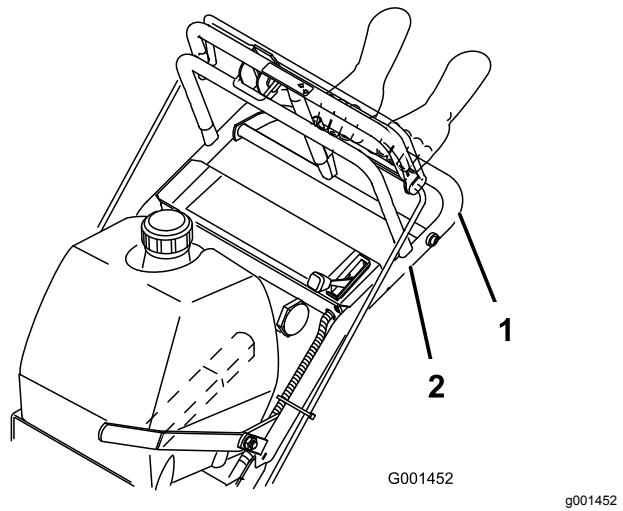

Figura 10
7. Al mismo tiempo, engrane la barra de control inferior y levante el manillar inferior para pasar el bordillo (Figura 9 y Figura 10).
- Al mismo tiempo, engrane la barra de control inferior y levante el manillar inferior (Figura 9 y Figura 10).